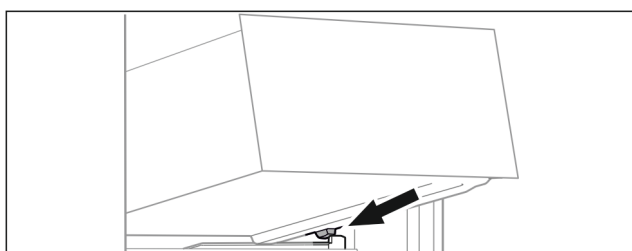

Fig. 85
- ▶ Nasadíte zásuvku šikmo za zářkami na rebro nádoby. (pozri Fig. 85)